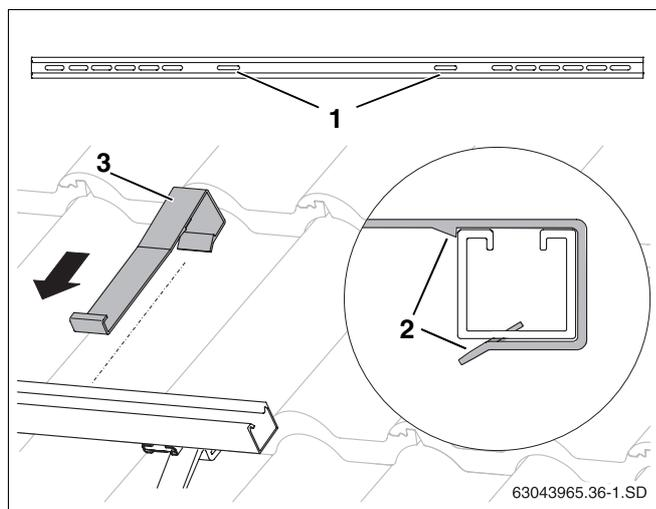

Рис. 34 Установка крепления от сползания
- Крепления от сползания (рис. 34, **поз. 3**) надеть снаружи на профильные рейки так, чтобы они вошли во внутренние продольные отверстия (рис. 34, **поз. 1**) до защелкивания (рис. 34, **поз. 2**).